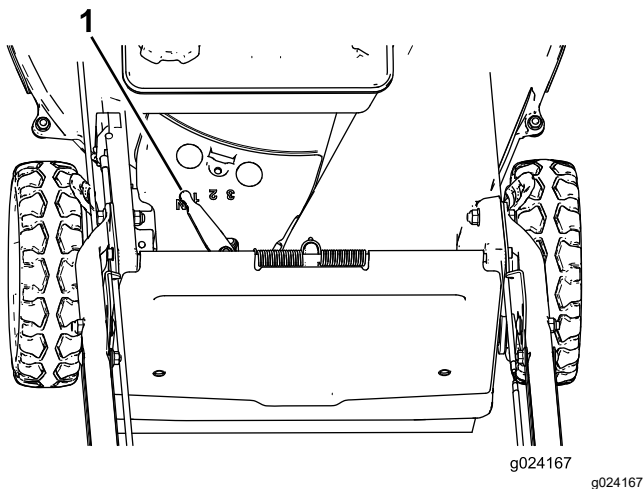

Figure 16
La machine dispose de 3 vitesses de déplacement : 1 (petite vitesse), 2 (vitesse moyenne) ou 3 (haute vitesse); elle comporte aussi une position point mort (N). Le levier de commande d'autopropulsion est situé sous et derrière le réservoir de carburant (Figure 16).